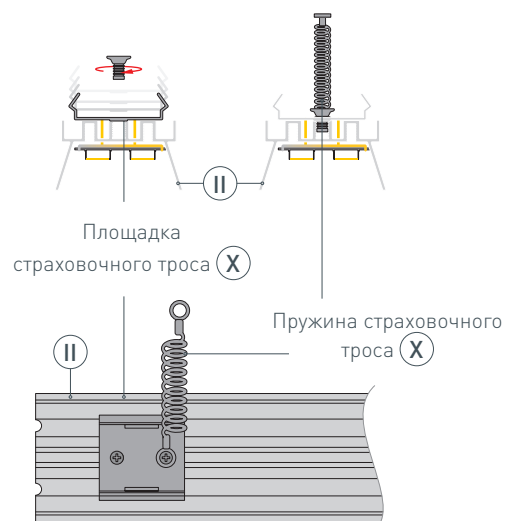

Рис. 3. Установка страховочного троса-пружины (X) на основание для ленты (II). Вид сверху
- 3 / Выведите сетевой кабель на поверхность. Просверлите в потолке отверстия в местах установки подвесов (IX). Вставьте в отверстия дюбели. Закрепите подвесы (IX) на поверхности с помощью саморезов.
- 4 / Произведите монтаж ленты согласно инструкции к светодиодной ленте (IV). Перед установкой ленты (IV) обезжирьте поверхность основания для ленты (II), снимите защитный слой и приклейте ее. Через отверстие в основании для ленты (II) выведите кабель питания светодиодной ленты.
- 5 / На основание для ленты (II) установите площадку и пружину из комплекта страховочного троса (X). Зафиксируйте их при помощи комплектных шурупов, как показано на рис. 3. **Рекомендуется использовать комплект страховочного троса-пружины (X) на один метр.**